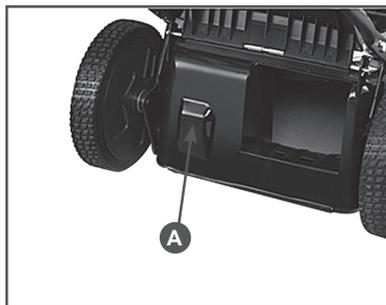

Рис. 6 Задний выброс травы
2. Опустить заднюю крышку деки. На задней части деки есть выступ А (Рис.6), который обеспечит зазор между декой и крышкой, позволяющий выбрасывать траву назад.